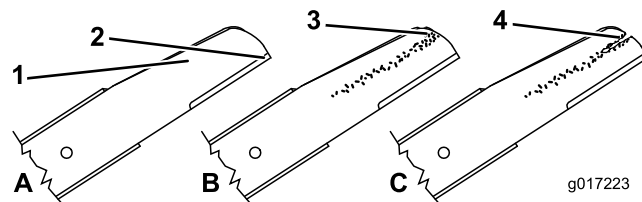

Figura 41
1. Inspeccione as extremidades de corte (Figura 41). Se as extremidades não estiverem afiadas ou estiverem amolgadas, retire e afie as lâminas.
2. Inspeccione as lâminas, especialmente a área curva ((Figura 41).
Nota: Se verificar quaisquer danos, desgaste, ou a formação de ranhuras nesta área (Figura 41), substitua imediatamente por lâminas novas.